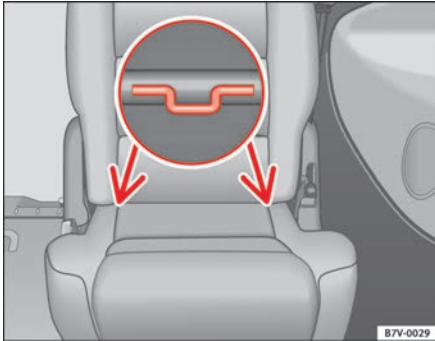

Abb. 33 Halteösen für die ISOFIX-Kindersitze am Sitzrahmen der Sitzplätze der zweiten Reihe
- Stecken Sie den Kindersitz auf die ISOFIX-Halteösen ⇒ Abb. 33 (Pfeile), bis der Kindersitz sicher und hörbar einrastet.